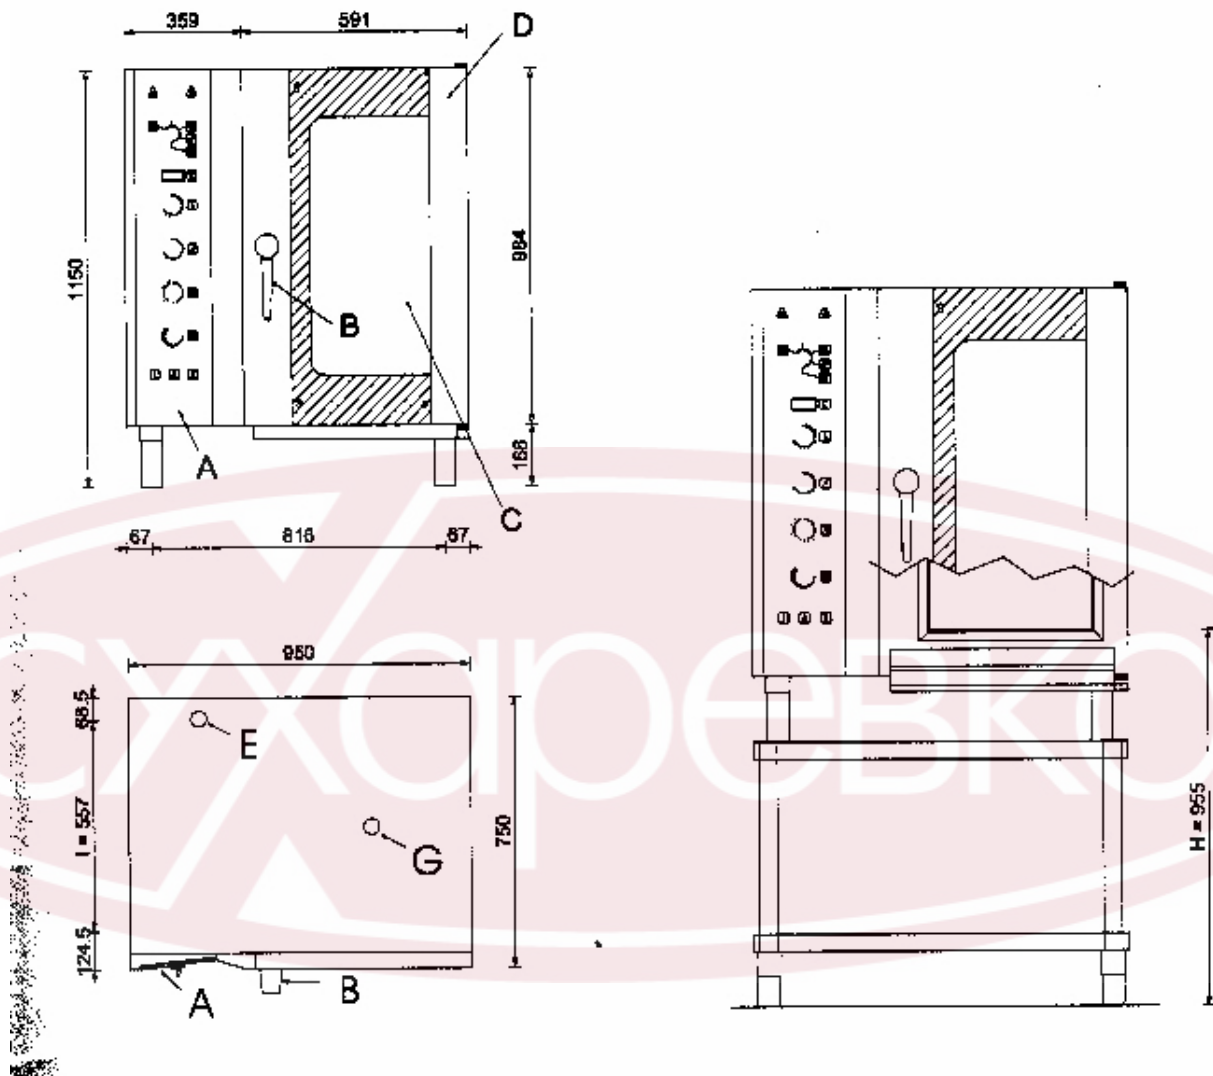

Рисунок 2
**2.3.2.** (модификация 21) Используя регулируемые опоры выравнять устройство (рис.2а, элемент В), убедившись, что размещенные на каркасе направляющие строго горизонтальны. Это крайне важно для обеспечения успешного приготовления блюд.
Для осуществления регулировки необходимо ослабить болты крепления регулируемых опор (рис.2а, элемент D). Это позволит вам сдвинуть опоры устройства и получить доступ к регулировочному болту (рис.2а, элемент С) для того, чтобы в зависимости от необходимости либо ввернуть, либо вывернуть его.
**Рисунок 2а**